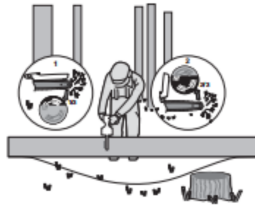

Abb. 4
Wenn der Stamm, wie in Abbildung 4 dargestellt, an einem Ende gestützt wird, schneiden Sie 1/3 des Durchmessers von der Unterseite (unter dem Bock) (1). Anschließend wird der fertige Schnitt durch Überbiegen (2) an den ersten Schnitt angepasst.